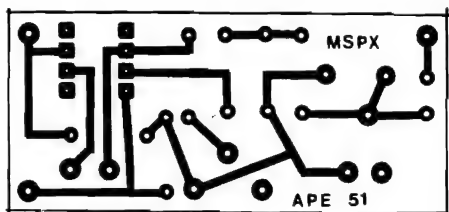

Fig.2
- FIG. 2 - LAY OUT DO CIRCUITO IMPRESSO ESPECÍFICO - O desenho das áreas cobreadas (ilhas e pistas) é simples, pouco "congestionado", de fácil reprodução usando-se quaisquer